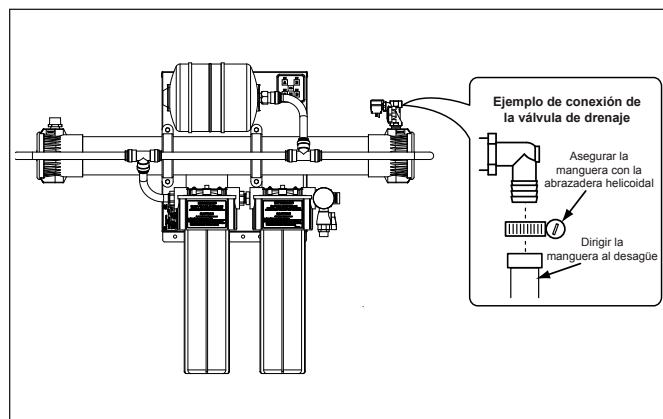

Figura 3. Conexión de la válvula de drenaje
2. Conecte un extremo de la manguera a la válvula de drenaje con un accesorio adecuado (no se suministra) (Figura 3).
3. Dirija el otro extremo de la manguera al desagüe (Figura 3).